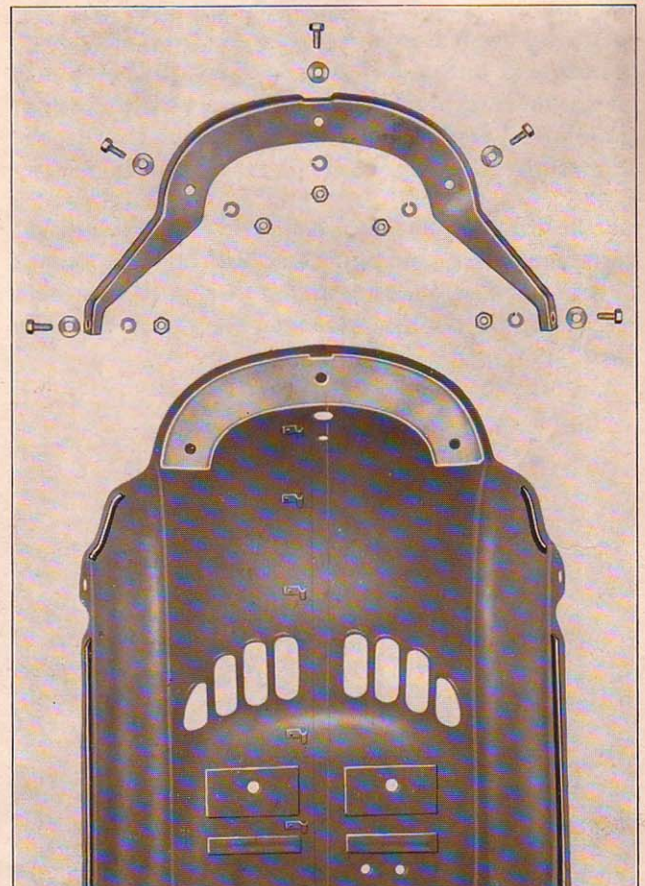

Abbildung 2
Soll bei Bella R 153 ein Gepäckträger angebaut werden, dann ist bei hinteren Verkleidungen, die das in Abb. 2 gezeigte Spritzblech 1141 z 2261-7 noch nicht enthalten, ein solches nachträglich zur Verstärkung einzusetzen.
2. Spritzblech 1141 z 2261-7 in die hintere Verkleidung einlegen und die 5 Löcher zur Befestigung anreißen. Die 5 Bohrungen 7 mm ϕ bohren, Abbildung 2.